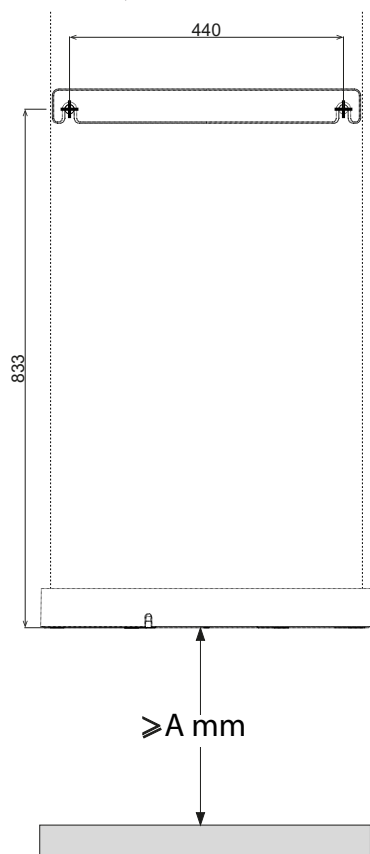

fig. 23 - Indicație privind găurirea (vezi „fig. 20 - Distanțe minime” la pag. 217)
- Găuriți conform indicațiilor din fig. 23.